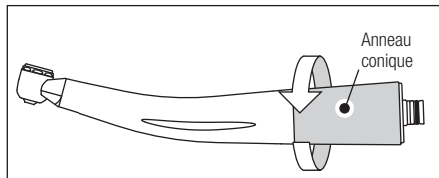

Fig. 7
- 1) Desserrez et enlevez l'Anneau conique à l'arrière de la pièce à main. (Fig. 7)